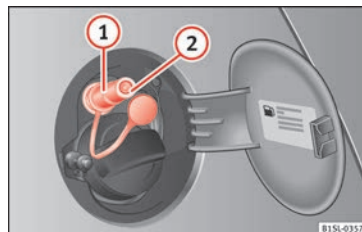

Fig. 167 Sportellino del serbatoio aperto: bocchettone di rifornimento del gas ①, anello di tenuta del bocchettone di rifornimento ②.
- Togliere il tappo del bocchettone di rifornimento del gas » **fig. 167** .